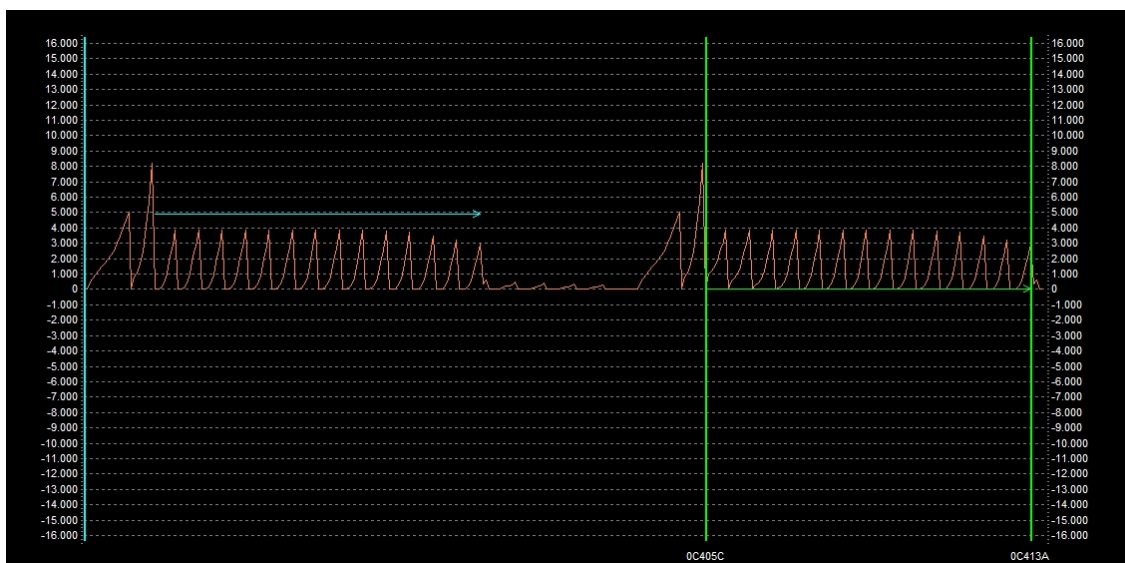

Figura 33: *Area Grafica 2D*.
2. Selezionare nell'*Area Grafica 2D* la porzione di traccia che appartiene solo all'affine come in Figura 33. Se gli affini sono più di uno, si inseriscono con il tasto destro del mouse, posizionando il cursore all'inizio di ogni mappa simile.